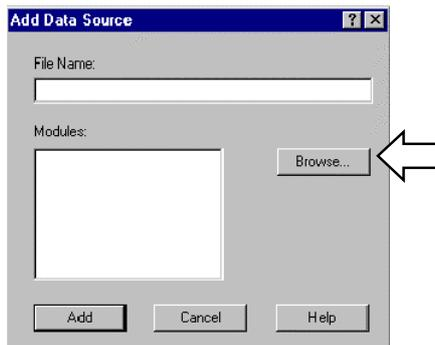

図 2-79 : [Add Data Source]ダイアログ・ボックスと<Browse...>ボタン
4. 図 2-79 の[Add Data Source]ダイアログ・ボックスが現れるので、<Browse...>ボタンをクリックします。